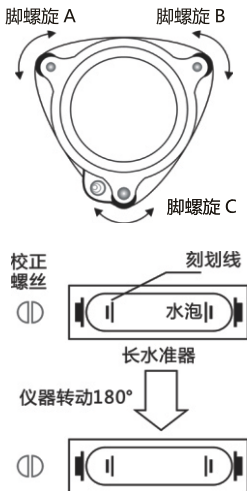

图 6
(1) 将仪器安放于较稳定的装置上（如三脚架、仪器校正台），并固定好仪器；
(2) 将仪器粗整平，并使仪器长水准器与基座三个脚螺旋中的两个的连线平行，调整这两个脚螺旋使长水准器气泡居中；
(3) 转动仪器 180° ，观察长水准器的水泡移动情况，如果水泡处于水准器中心，则无须校正；如果水泡移出允许范围，则需进行调整。（图 6）
(6) 重复 (3)、(4)、(5) 步骤，直至仪器用长水准器精确整平转动到任何位置，水泡都处于长水准器中心。(图 6)